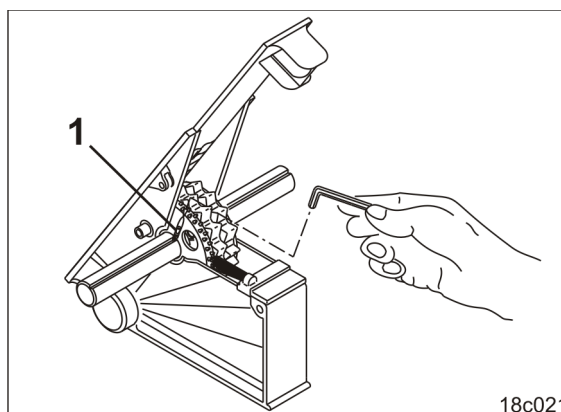

Рис. 225
3. Ослабьте винты с внутренним шестигранником (Рис. 225/1) новых высеваящих катушек технологической колеи, чтобы новые высеваящие катушки технологической колеи могли свободно вращаться на высеваящем валу.